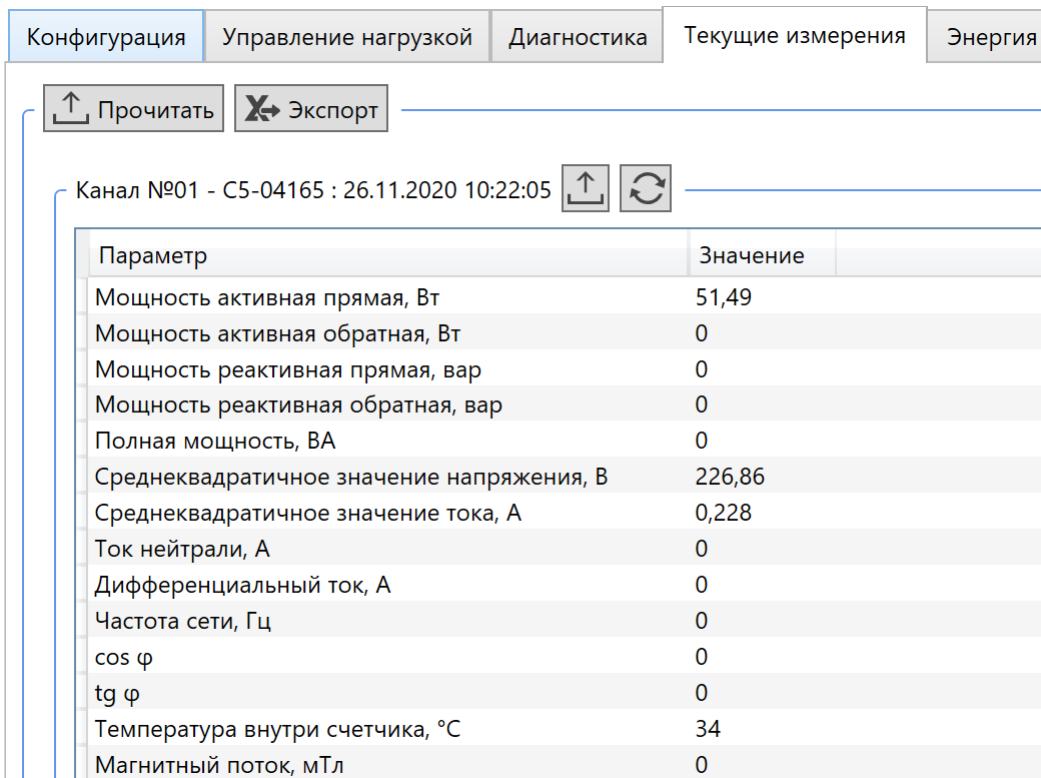

Рисунок 102
- поле отображения параметров электрической сети (рисунок 102);